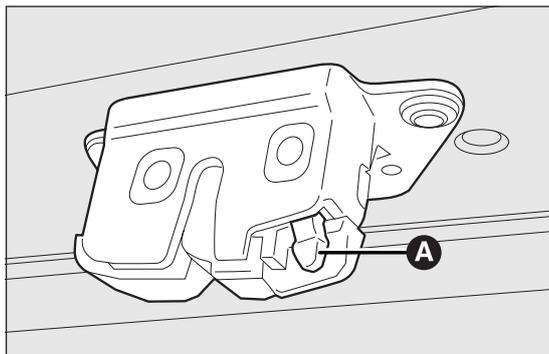

fig. 65
- operando all'interno del bagagliaio, premere sulla levetta A fig. 65 ed aprire il portellone.